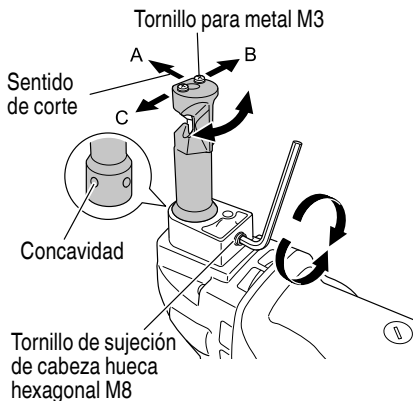

Fig. 8
- (1) El sentido de corte de esta máquina podrá cambiarse en incrementos de 90° en tres direcciones (A, B, y C) (consulte la Fig. 8) aflojando el tornillo de sujeción de cabeza hueca hexagonal M8 empleado para el montaje del portatroquel. Para cortar chapas trapezoidales, ajuste el sentido de corte en dirección B o C. Después de esto, apriete firmemente el tornillo de sujeción de cabeza hueca hexagonal M8.
- (1) Reemplazo del punzón
- (a) Afloje el tornillo de sujeción de cabeza hueca hexagonal M8 empleado para el montaje del porta troquel (consulte la Fig. 8), y extraiga dicho portatroquel.